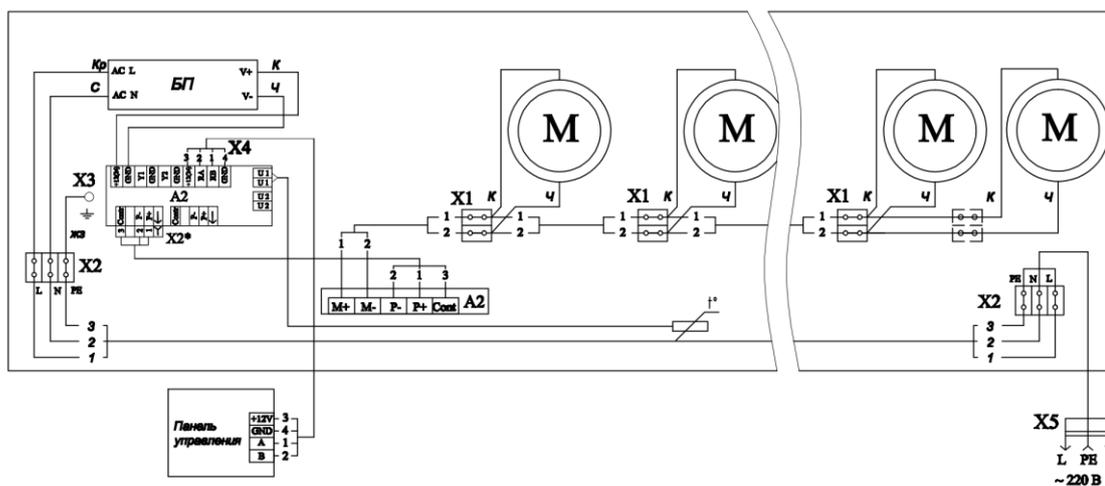

Рис.3
5.5 Для исполнения конвектора ВП с блоком питания через кабельный ввод 9 (см. Рис.1) произвести электрическое подсоединение конвектора к регулятору скорости с управляющим напряжением от 0 до 10 В (см. Рис.3).
Для исполнений конвектора ВКП подсоединение провода питания и панели управления к клеммнику блока контроллера произвести согласно схемы по рис.3 и «Инструкции по установке и настройке системы управления».